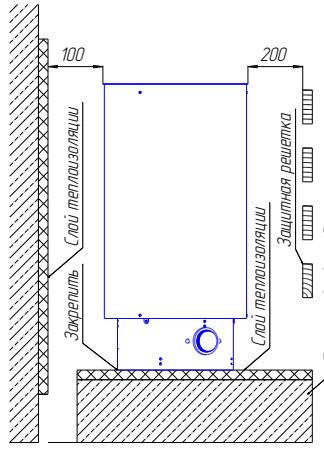

Рис.1 Установка электрокаменки
6.4. Электрокаменка устанавливается на теплостойкий фундамент рис.1, выставляется по высоте с помощью регулируемых ножек и крепиться к каркасу сауны при помощи комплекта крепежа. Около электрокаменки стены должны иметь огнезащитную панель из листового металла с теплоизоляцией из листового асбеста или минваты. Установку защитной решетки вокруг каменки следует производить на расстоянии согласно п. 6.1.